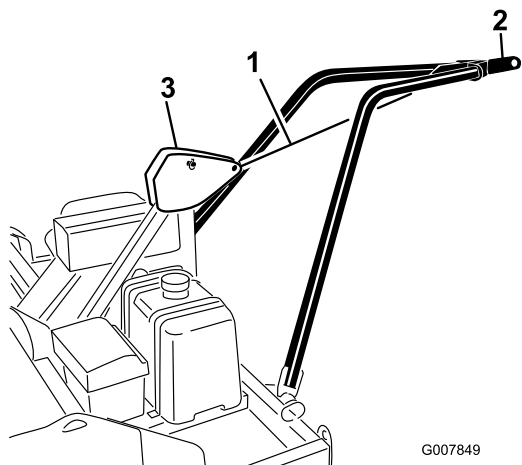

Figura 14
1. Utilizando un cuerda de amarre o similar, fije la placa de enganche del brazo de tiro al pivote del bastidor de enganche mientras eleva el brazo de tiro para su instalación (Figura 14).